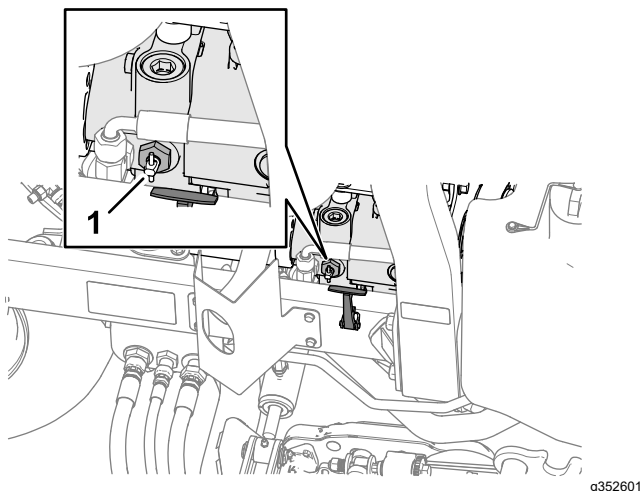

Figure 49
2. Près du loquet de capot droit, tournez la vanne de dérivation sur la pompe (Figure 49) de 90° à l'aide de la poignée.